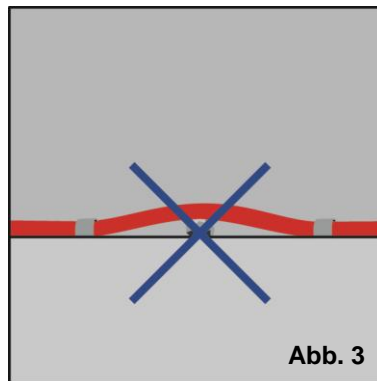

Abb. 3
**IH-Set 30** mit Schellen mindestens alle 20 cm am Untergrund befestigen, so dass Verschieben oder Aufschwimmen beim Betonieren verhindert wird. Die zu betonierende Fläche muss frei von losen und trennenden Teilen, wie Holz, Sand, Kies etc., sein (Abb. 3).